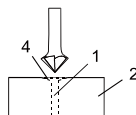

Fig. 9
- Agrandissez le trou (1) dans la pièce extérieure (2) afin qu'il soit de la même taille que la partie lisse de la tige de la vis (figure 9).
- Si vous utilisez une vis à tête plate, fraisez le trou (4) de manière à ce que la vis soit affleurante à la surface lorsqu'elle est entièrement vissée.